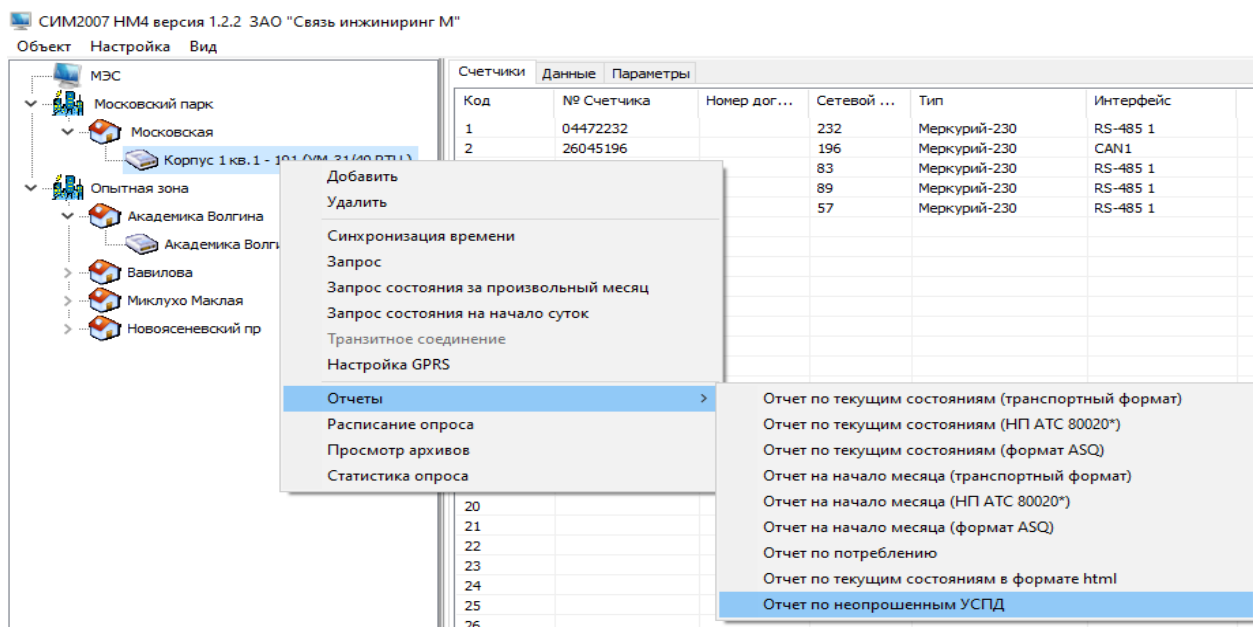

Рисунок 27. Меню «Отчеты»
8.11 Для формирования отчетов выберите объект или группу из дерева объектов, нажмите правую кнопку мыши и в появившемся контекстном меню выберите раздел «Отчеты», см. рисунок 27.